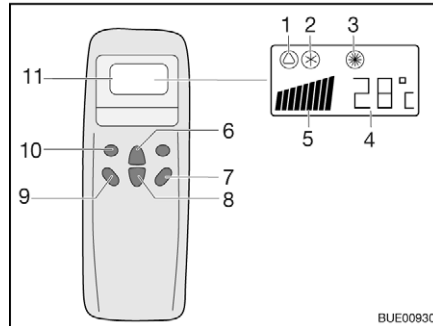
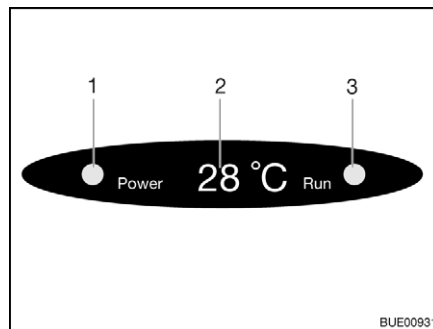

Fig. 202 Télécommande
Fig. 203 Affichage sur le diffuseur
- Appuyer sur la touche "ON/OFF" (Fig. 202,7).
- Appuyer sur la touche "Mode" (Fig. 202,10) autant de fois que nécessaire pour que le mode de fonctionnement souhaité (Fig. 202,1, 2 ou 3) s'affiche à l'écran. Le voyant de contrôle correspondant s'allume sur l'écran du diffuseur (Fig. 203,3).
- Régler la température souhaitée avec les touches d'augmentation de la température (Fig. 202,6) ou de diminution de la température (Fig. 202,8).
- Sélectionner le niveau de ventilation souhaité à l'aide de la touche de vitesse du ventilateur (Fig. 202,9).